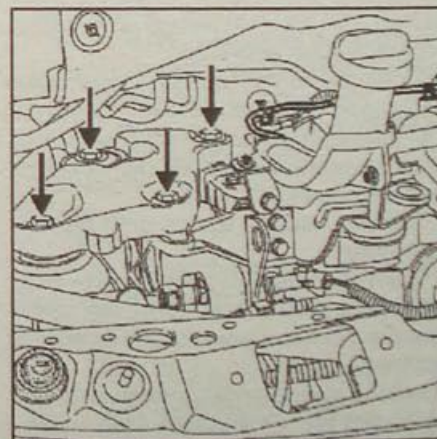

Рис. 4.29. Расположение болтов крепления правой маятниковой подвески двигателя
- Снимите кожух правой маятниковой подвески двигателя и тягу ограничителя хода маятниковой подвески двигателя, расположенную за кожухом подвески (рис. 4.29).